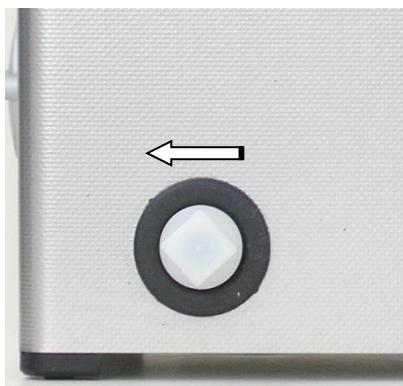

Bild 5.1.1 Ablauf mit Verschlusstopfen Auslieferungszustand
1. Schrauben Sie die werkseitig angebrachte Schraubkappe aus Kunststoff im Gegenuhrzeigersinn ab (*siehe Bild 5.1.1*).